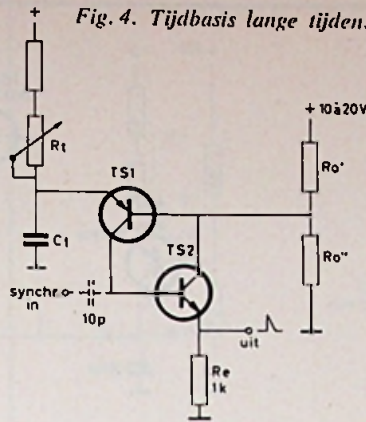

Fig. 4. Tijdbasis lange tijden.
a) *Tijdbasis voor lange tijden* (fig. 4) (tot ongeveer een uur)